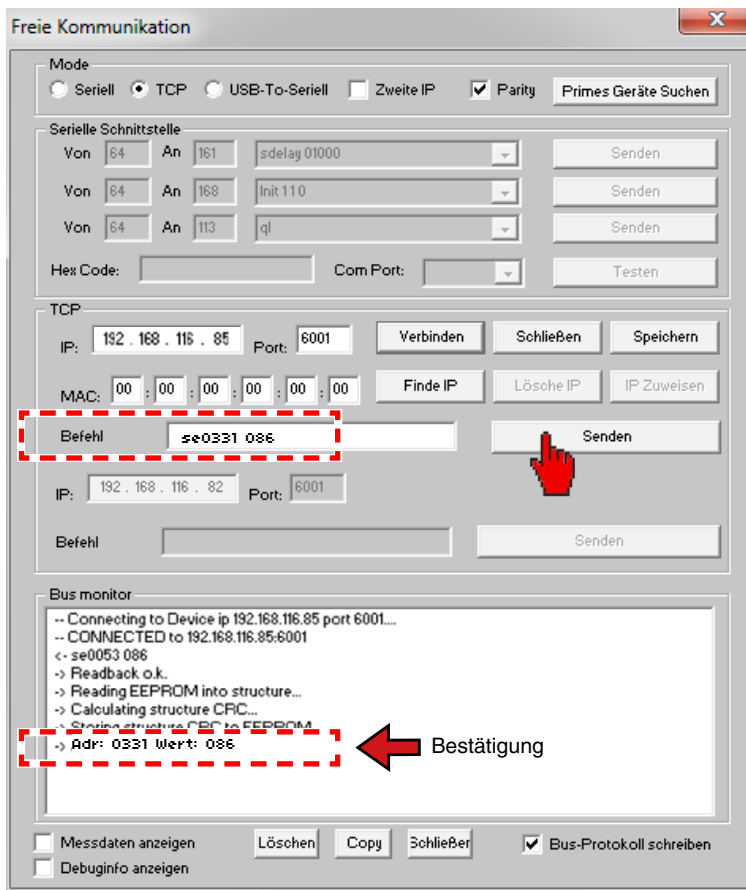

Abb. 9.7: Ändern der IP-Adresse im Menü **Freie Kommunikation**
8. Klicken Sie auf **Senden** und warten Sie die Bestätigung im Busmonitor ab (in Abb. 9.7 „-> Adr:0331 Wert: 086“)